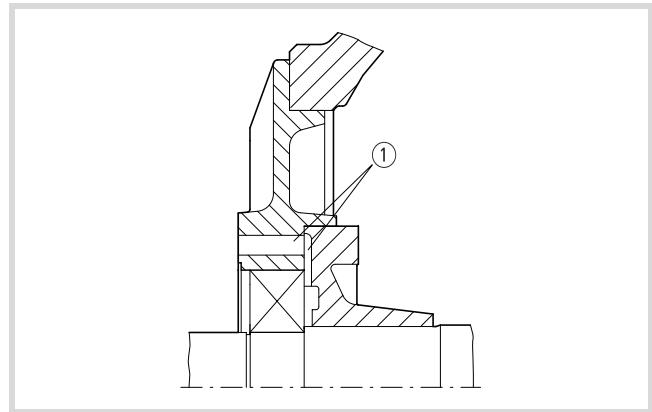

Abbildung 31: Lage des Fettkanals
- Achten Sie bei Motoren mit Nachschmiereinrichtung auf richtige Lage der Fettnuten (→ Abb. 31).